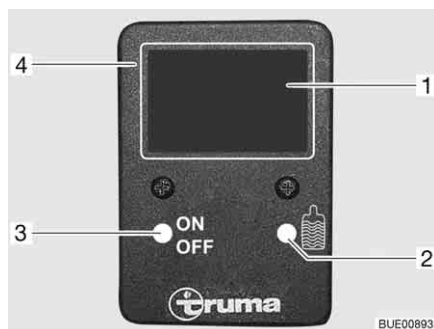

Fig. 118 Indicateur de niveau bouteilles de gaz
L'indicateur de niveau se compose d'un appareil de mesure dans le compartiment à gaz et d'un appareil de commande et d'affichage (Fig. 118,4) à l'intérieur du véhicule.
Le contenu des bouteilles de gaz est indiqué à l'afficheur (Fig. 118,1) par pas de 0,1 kg ou 5 %.
- Appuyer légèrement sur la touche "ON/OFF" (Fig. 118,3). Au bout d'env. 2 secondes, la taille de bouteille de gaz actuellement réglée est affichée. Au bout de 2 secondes supplémentaires est affiché le contenu de la bouteille.
- Appuyer sur la touche de commutation (Fig. 118,2) jusqu'à ce que "%" soit indiqué à l'afficheur (Fig. 118,1).
- Quand "100 %" clignote sur l'afficheur : Appuyer simultanément sur la touche "ON/OFF" (Fig. 118,3) et la touche de commutation (Fig. 118,2) jusqu'à ce que le clignotement s'arrête.